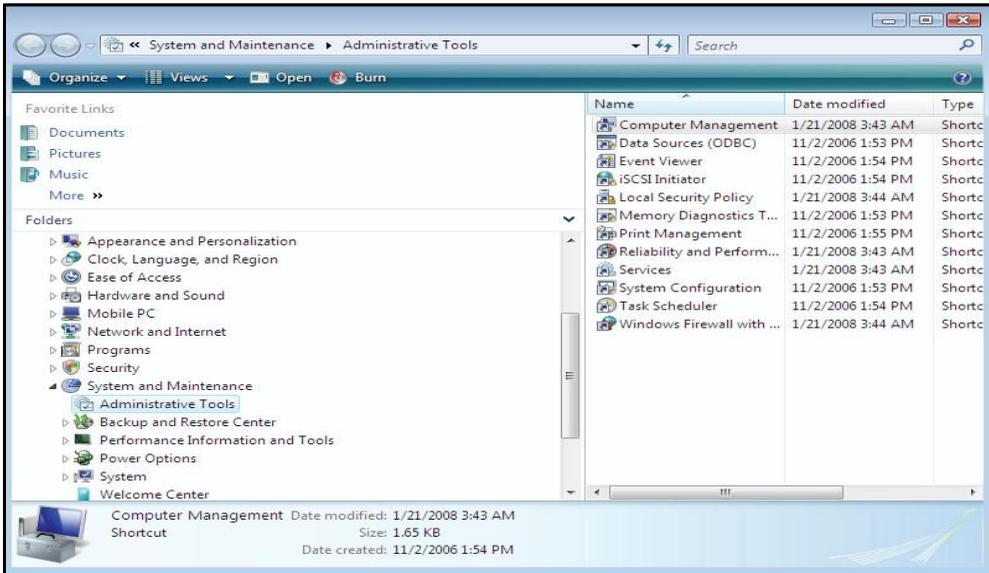

Figure 103: 管理员工具窗口
2. 管理工具> Computer Management (图 103 , 下页), 激活 Microsoft warning 然后点击 继续.